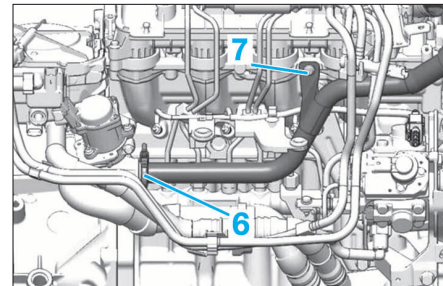

FIG. 37
- Débrancher le connecteur (4).
- Ecarter la pompe d'amorçage (21) et son support (20).
- Déposer l'ensemble filtre à air et débitmètre (Répartiteur supérieur) (5).
- le collier (6) (Fig.37).
- la fixation (7).